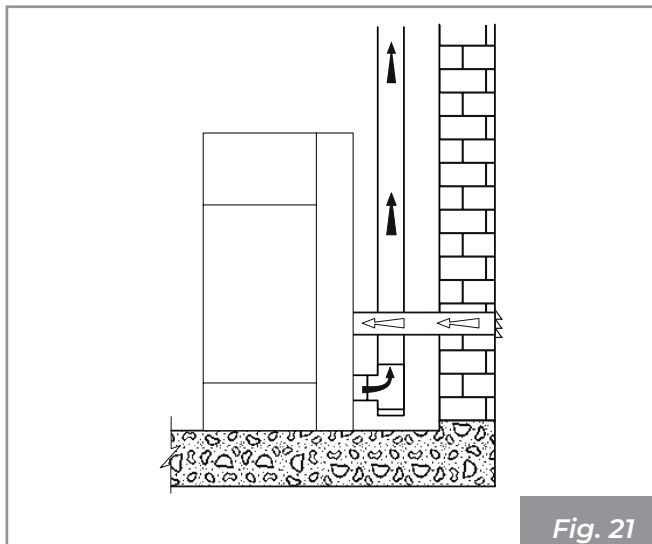

Fig. 21
- directamente desde el exterior con conexión directa a la cámara de combustión (**Fig. 18 - Fig. 21**).
- conectar la entrada de aire comburente del aparato a la toma de aire con un conducto adecuado (**Fig. 20 - Fig. 21**).